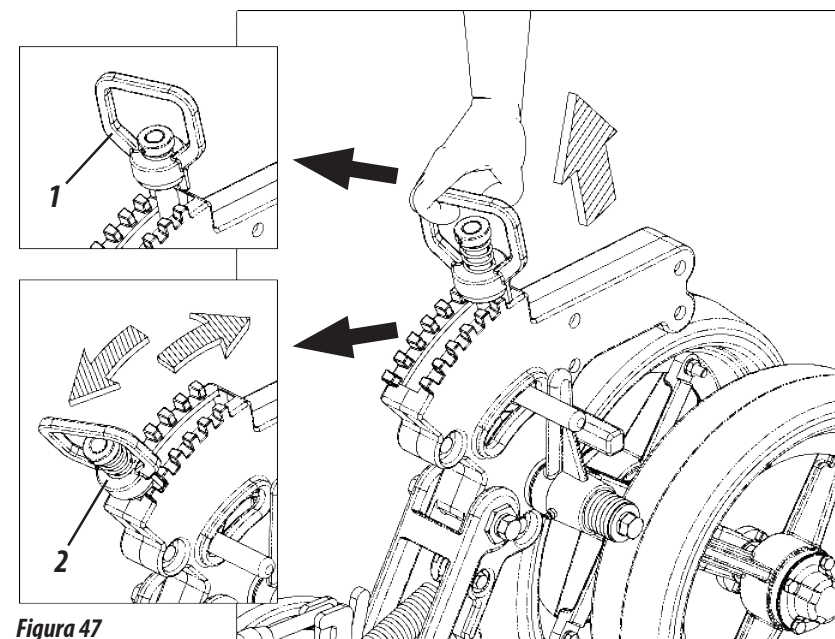

Figura 47
REGULAGEM DA RODA DE PROFUNDIDADE OSCILANTE (FIGURA 47)
- 1- Puxe a alça (1) para cima, desloque o regulador (2) até o ponto desejado, ajustando a roda de profundidade (3), depois abaixe a alça (1) travando o regulador (2), **conforme mostra a figura 47.**